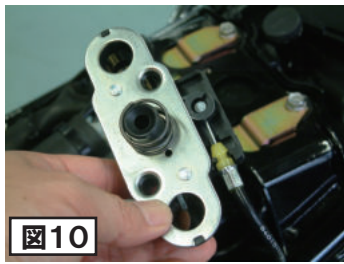

図10
8. シートロック金具にシートロックワイヤーを取り付けます。(図10参照)